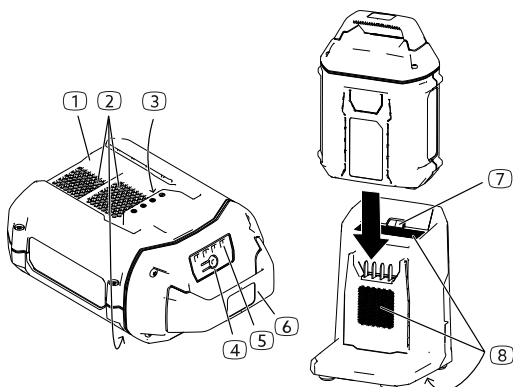

Bild 5
2. Fluchten Sie die Einbuchtung im Akku mit der Aufnahme am Ladegerät aus, siehe Abbildung 5.
3. Schieben Sie den Akku in das Ladegerät, bis er einrastet, siehe Abbildung 5.